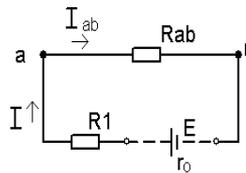

рис. 4
2.5. Эквивалентное сопротивление цепи относительно зажимов источника (рис. 4):
3. Определим ток всей цепи: (закон Ома для цепи, рис. 4).
4.1. $I_1 = I_{ав} = I = 5 \text{ А}$ (схема рис. 4);